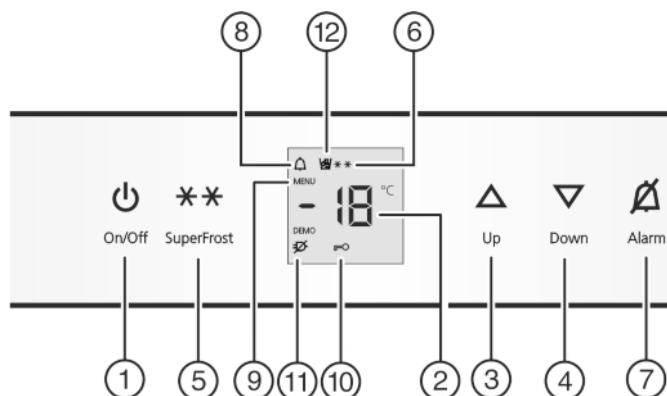

Fig. 2
- ▶ Stiskněte tlačítko On/Off *Fig. 2 (1)*.
- ▶ Aktivace režimu nastavování: Stiskněte tlačítko SuperFrost *Fig. 2 (5)* asi na 5 sekund.
- ▷ Symbol Menu *Fig. 2 (9)* svítí.
- ▶ Pro potvrzení krátce stiskněte tlačítko SuperFrost *Fig. 2 (5)*. Když se na ukazateli zobrazí **c!**
- ▶ Pro zapnutí dětské pojistky krátce stiskněte tlačítko SuperFrost *Fig. 2 (5)*.
- ▷ Symbol dětské pojistky *Fig. 2 (10)* svítí. Na displeji bliká **c**. Když se na displeji zobrazí **c0**:
- ▶ Pro vypnutí dětské pojistky krátce stiskněte tlačítko SuperFrost *Fig. 2 (5)*.
- ▷ Symbol dětské pojistky *Fig. 2 (10)* zhasne. Na displeji bliká **c**.
- ▶ Ukončení režimu nastavení: Stiskněte tlačítko On/Off *Fig. 2 (1)*.
- ▶ Stiskněte tlačítko Alarm *Fig. 2 (7)*.
Současně bliká ukazatel teploty a symbol Alarm *Fig. 2 (8)*.
Výstražný bzučák se vypne automaticky, symbol Alarm *Fig. 2 (8)* se vypne a ukazatel teploty přestane blikat, když je teplota zase dostatečně nízká.
- ▶ Nastavení vyšší teploty: Stiskněte seřizovací tlačítko Up Fig. 2 (3).
- ▶ Nastavení nižší teploty: Stiskněte seřizovací tlačítko Down Fig. 2 (4).